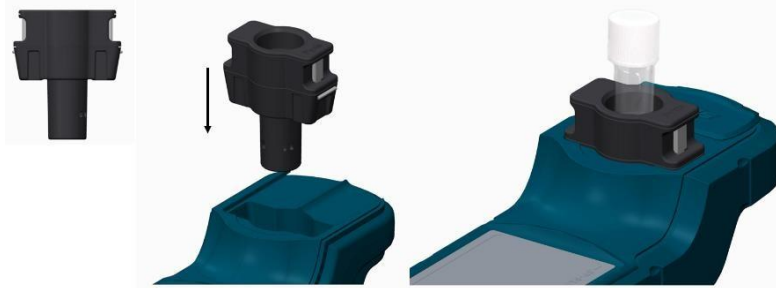

图 8 插入16mm适配器
为了更容易、更有效地检测，该方法需要使用16mm取样瓶、16mm适配器 如图7 (P/N - 52213)， Pyxis预装萃取溶剂的16mm萃取管如图 8 (P/N - 52211)。本方法使用的溶剂是Pyxis开发的不燃、低毒溶剂。
1. 将16mm适配器插入HM-900，如图 8 所示。